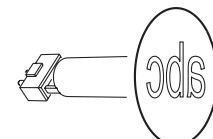

Bild 24. Gobo-Orientierung
Die richtige Gobo-Orientierung ist sehr wichtig. Befolgen Sie die Richtlinien (Bild 24) beim Einsetzen eines Gobos.
5. Legen Sie das neue Gobo in den Halter. Die dem Leuchtmittel zugewandte Seite zeigt zur Haltefeder (siehe Bild 24 und Bild 22).
Die in Bild 24 angegebenen Orientierungen sind in den meisten Fällen zutreffend. Wenden Sie sich an Ihren Martin-Händler oder den Gobohersteller, wenn Sie Zweifel bezüglich der korrekten Orientierung eines bestimmten Gobotyps haben. Minimieren Sie die Möglichkeit thermisch bedingter Schäden, indem Sie grundsätzlich die stärker reflektierende Seite des Gobos zum Leuchtmittel weisend montieren.